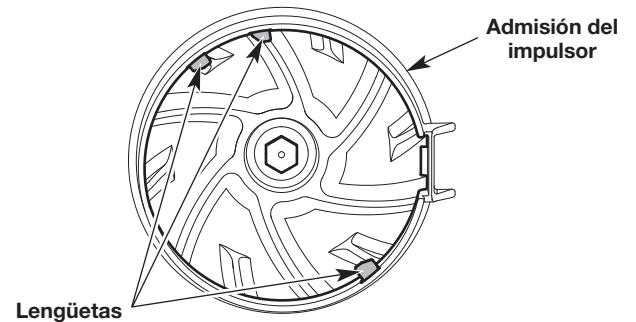

Fig. 5
3. Mientras sostiene abierta la puerta del impulsor, alinee las ranuras de la parte superior del tubo de la aspiradora con las lengüetas de la admisión del impulsor (Fig. 5).